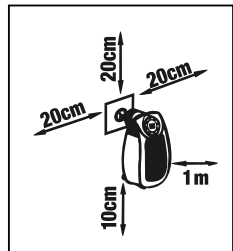

Fig. 2
- Deben mantenerse unas distancias mínimas con respecto al aparato de 20 cm a los lados, 20 cm hacia arriba, 10 cm hacia abajo y 1 m por la parte delantera (consulte la fig. 2).